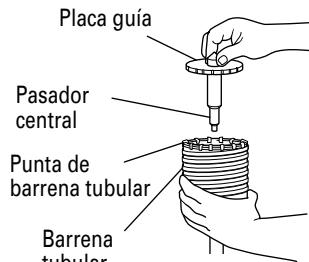

Fig. 28
- (3) Insertar el pasador central en la placa guía hasta que se pare.
- (4) Unir la placa guía con la barrena tubular y girar la placa guía hacia la izquierda o hacia la derecha de forma que no se caiga a pesar de estar indicando hacia abajo. (Fig. 28)